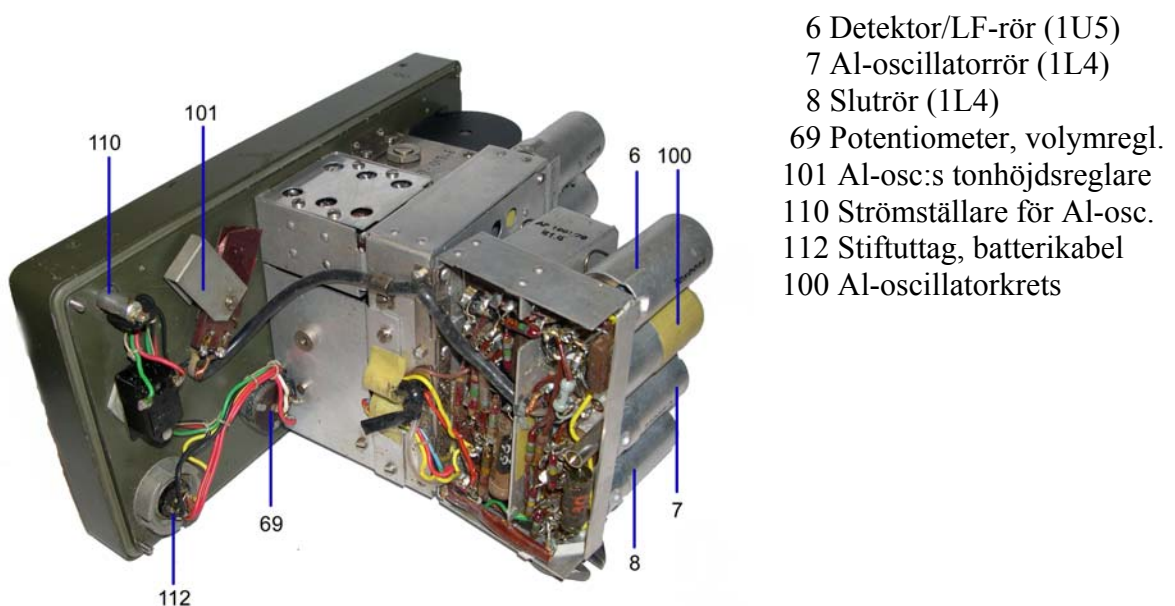
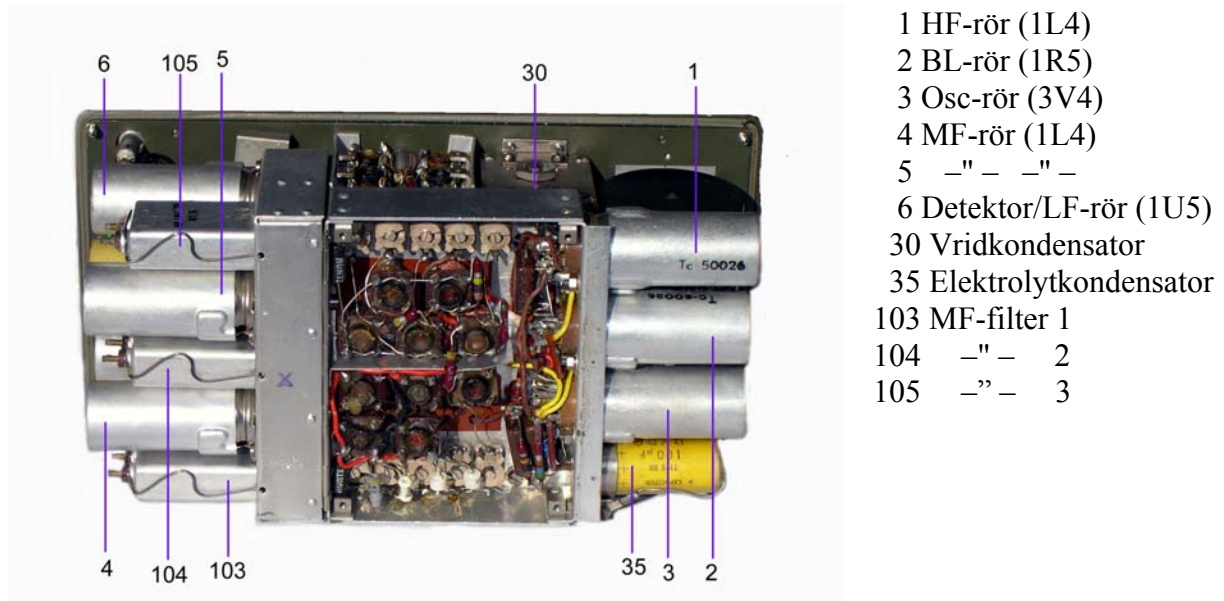

BILD 3. FRONTSKIVANS BAKSIDA - STOMME 2 UTFÄLLD.
BILD 4. FRONTSKIVANS BAKSIDA – STOMME 1 OCH 2.
Direkt på frontskivans baksida är de komponenter placerade, vilka icke kan hänföras till någondera av stommarna. Dessa komponenter är potentiometer (69) som är inkopplad för volymreglering, stiftuttag (112) som utgör anslutning för batterikabel och vågtypsomkopplare (110) vilken fungerar som strömställare för Al-oscillatorn samt detalj (101) som är en anordning för reglering av tonhöjden på Al-oscillatorn. Utgångstransformator (106) är placerad emellan frontskivan och stomme 1 varför denna detaljs läge icke framgår av bild 3.
Då de med trimhål försedda, bottenplåtarna är borttagna, ligger kretsarna med sina trimrar enl. bild 4. Antennkretsen återfinnes således i övre delen och i mitten, mellankretsen omedelbart under samt oscillatorkretsen längst ned i bilden. Mellan- och oscillatorkretsarna avdelas från varandra med en plåt.
Stomme 2 omfattar MF-, det/LF- och slutsteg samt AI-oscillator. Stommen, som är ledbart förenad med stomme 1 och fastsatt i denna med en oförlorbar skruv, kan fällas ut och komponenterna på stommens undersida blir åtkomliga som visas i bild 3. På stommens översida sitter MF-rören (4 och 5), MF-kretsarna (103, 104 och 105) monterade som bild 4 visar.
Av de övriga rören framgår endast detektor/LF-röret (6) av bild 4. Bild 3 visar placeringen för AI-oscillatorröret (7) med oscillatorkrets (100) samt sig slutröret (8).